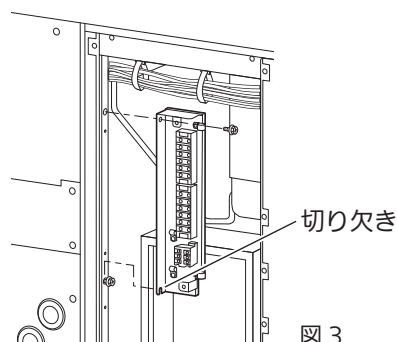

図 3
- ② 端子台ボックス左側面下側にある切り欠きに仮止めしたネジを通し位置を合わせて、上側を M6 ネジ (付属品) で固定してください。その後、仮止めのネジも本締めしてください。(図 3)